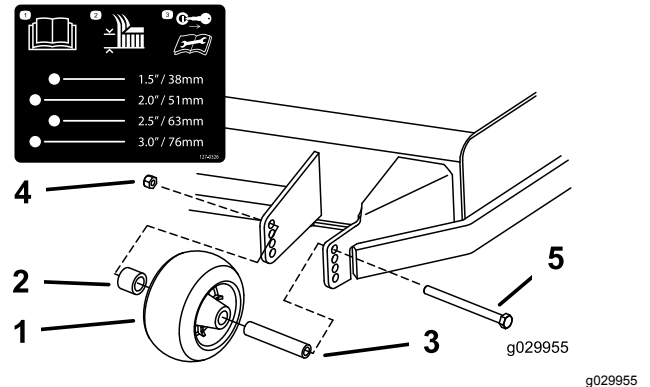
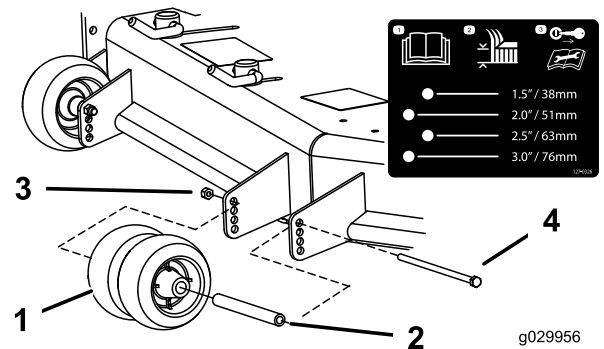
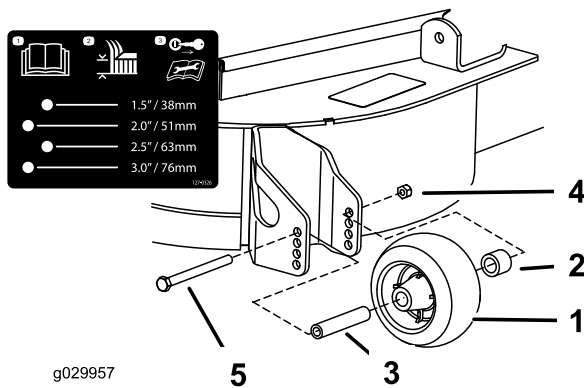

Figure 28
Figure 29
Figure 30
4. Placez la goupille dans le trou du support correspondant à la hauteur de coupe voulue (Figure 28).
3. Réglez les galets anti-scalp comme montré à la Figure 28, la Figure 29 et la Figure 30.